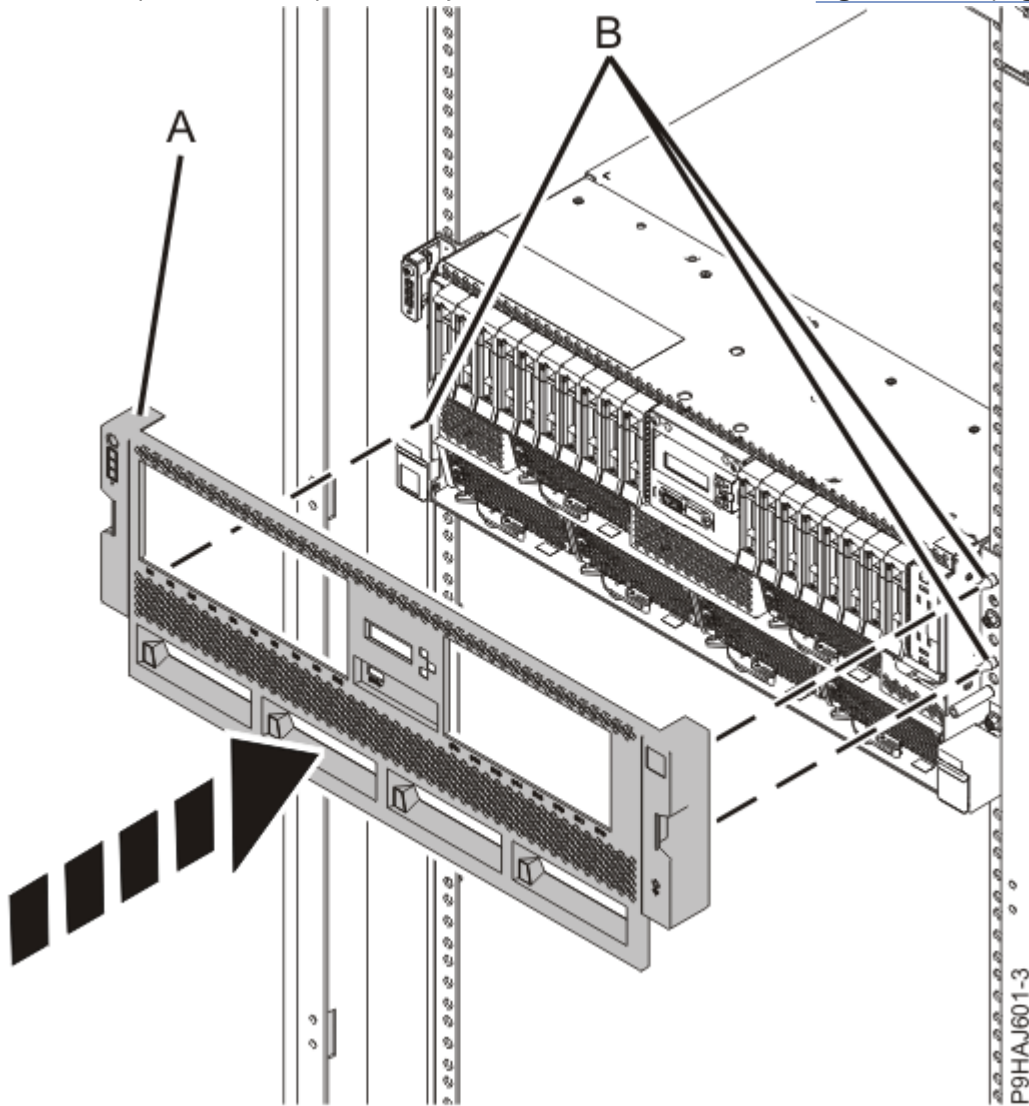

Figure 12. Installation du capot avant
- Le capot est doté de renforcements permettant de le tenir plus facilement. Utilisez les broches d'alignement **(B)** pour fixer le capot sur le système comme illustré dans la Figure 12, à la page 15.